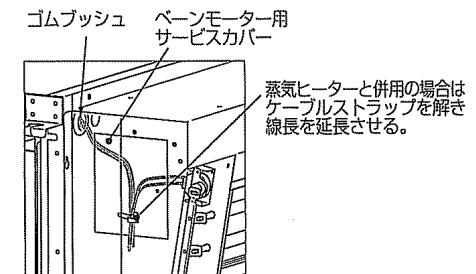

図3 ベーンモーター収納部
2.ベーンモーター用サービスカバーを外し、ベーンモーター用リード線(2本)をゴムブッシュに通してください。(図3)